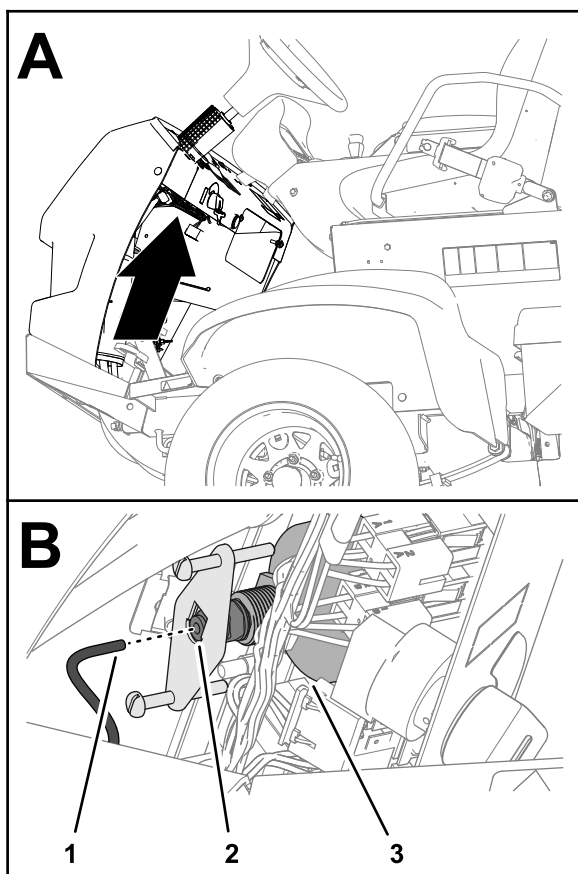

Figure 128
5. Détachez le tube au dos du manomètre et placez l'extrémité dans un bac (Figure 128).